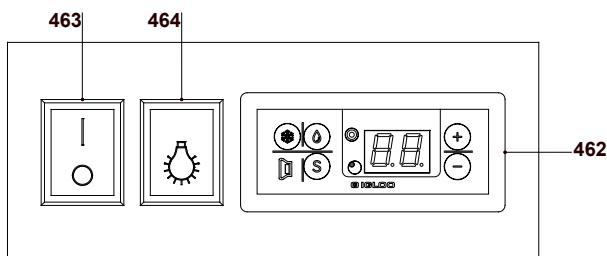

Abb. 8 Beispiel eines Bedienfelds des Geräts
- Auf dem Bedienfeld (Abb. 8) finden Sie unter anderem Folgendes: Temperaturkontrolltafel (462) und Schalter (Hauptschalter (463), Beleuchtungsschalter (464)). Die Hauptschaltertaste sollte aktiviert werden, wodurch der Thermostat und dann das Gerät eingeschaltet wird.